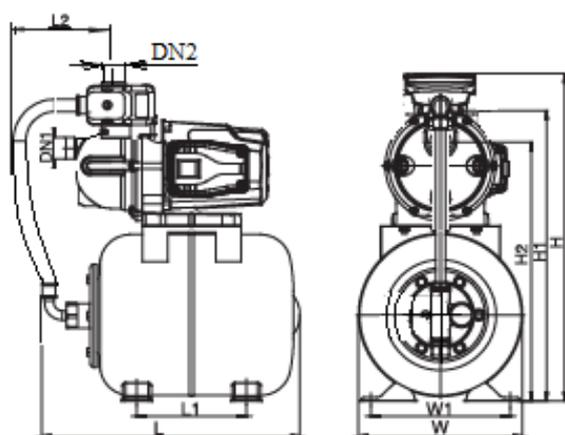

Рис. 1
- с функцией защиты от «сухого хода» (рис.1)
Реле давления дополнительно снабжено функцией размыкания контактов при возникновении «сухого хода», т. е. отсутствии воды в насосе. Повторно запустить насос можно только вручную, переключив флажок (рис. 1, поз. 1) после устранения причины возникновения «сухого хода». Перед повторным запуском насос необходимо вновь заполнить водой.